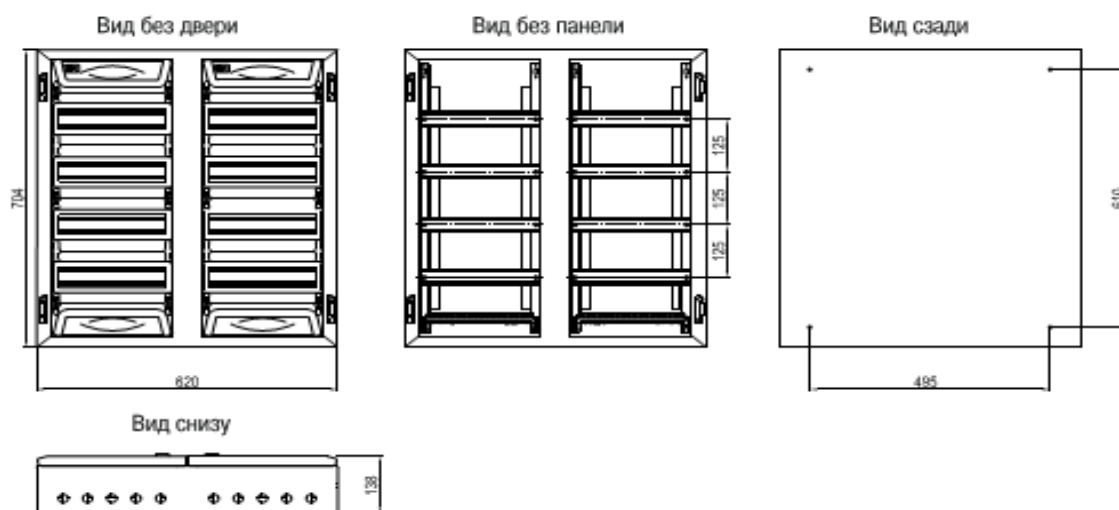

Figura 4 – Dimensiunile generale și se instalare ale carcасelor metalice
Panoul de operare este deja asamblat și este format din module terminale (1) și liniare (2) și din cleme de fixare (3) (Figura 4). Modulele liniare sunt prevăzute cu ferestre pentru ieșirea echipamentelor electrice modulare, iar în fereastra inferioară este instalat un știft (doar pentru cazurile cu carcase cu două sau mai multe ferestre).